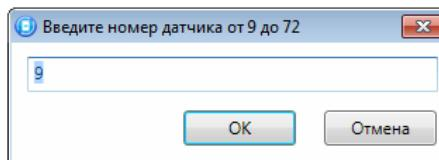

Рис. 5.5. Ввод номера радиоизвещателя
- В открывшемся окне укажите номер радиоизвещателя из числа еще не занятых в нумерации радиоизвещателей и шлейфов. Нажмите кнопку **OK** (рис. 5.5).